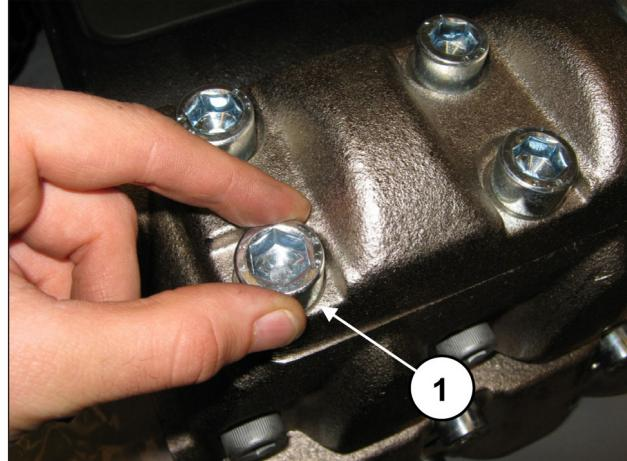
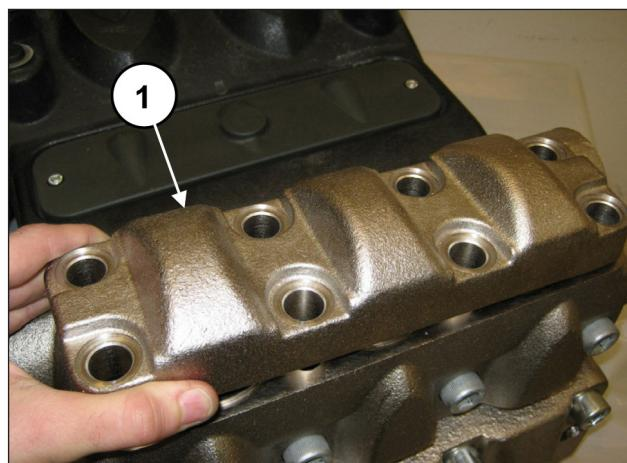

Fig. 133
Fig. 134
Svitare le 8 viti M16x45 del coperchio valvole manda (pos. ①, Fig. 133) e rimuovere il coperchio (pos. ①, Fig. 134).